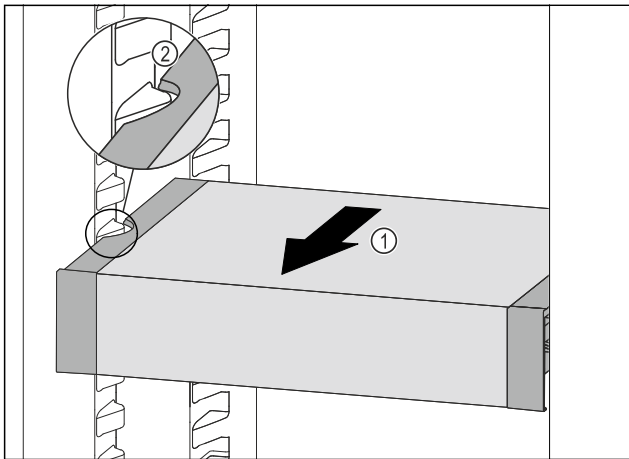

Fig. 137
- VarioSafe nach vorne ziehen Fig. 137 (1), bis sich die seitlichen Aussparungen des VarioSafes auf Höhe der Behälterrippe im Kühlteil befinden. Fig. 137 (2)